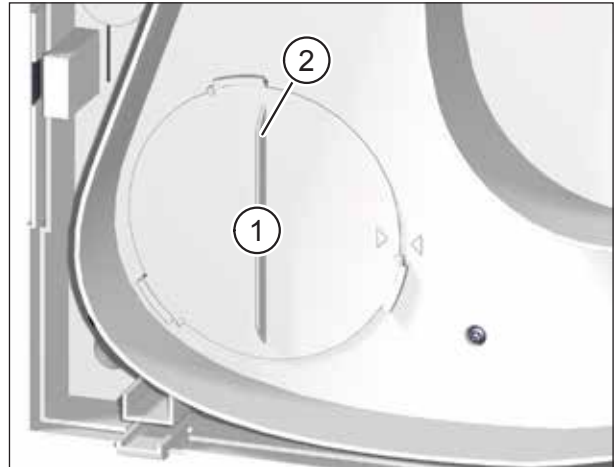

Abb. 16: Außenluftfilter entfernen
- ▶ Drehen Sie den Filterdeckel (Pos. 1 in Abb. 16) an der Griffleiste (Pos. 2 in Abb. 16) gegen den Uhrzeigersinn, bis sich der Filterdeckel aus den Halterungen gelöst hat.
- ▶ Kontrollieren Sie die Position des Filterdeckels. Die Griffleiste muss senkrecht stehen und der Pfeil auf dem Filterdeckel muss mit dem Pfeil der Arretierposition fluchten (siehe Abb. 16 auf Seite 31).